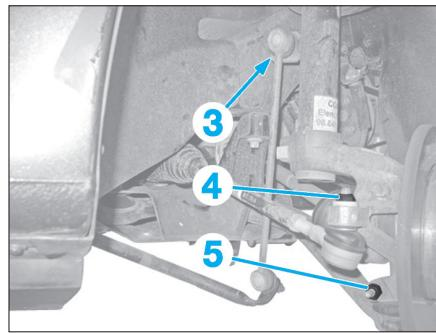

Fig. 10
- l'écrou de rotule de bielette (3) de la barre stabilisatrice (Fig.10).
- Déposer l'écrou (4) de la rotule de bielette de direction.
- Déposer la vis (5) de rotule de suspension.